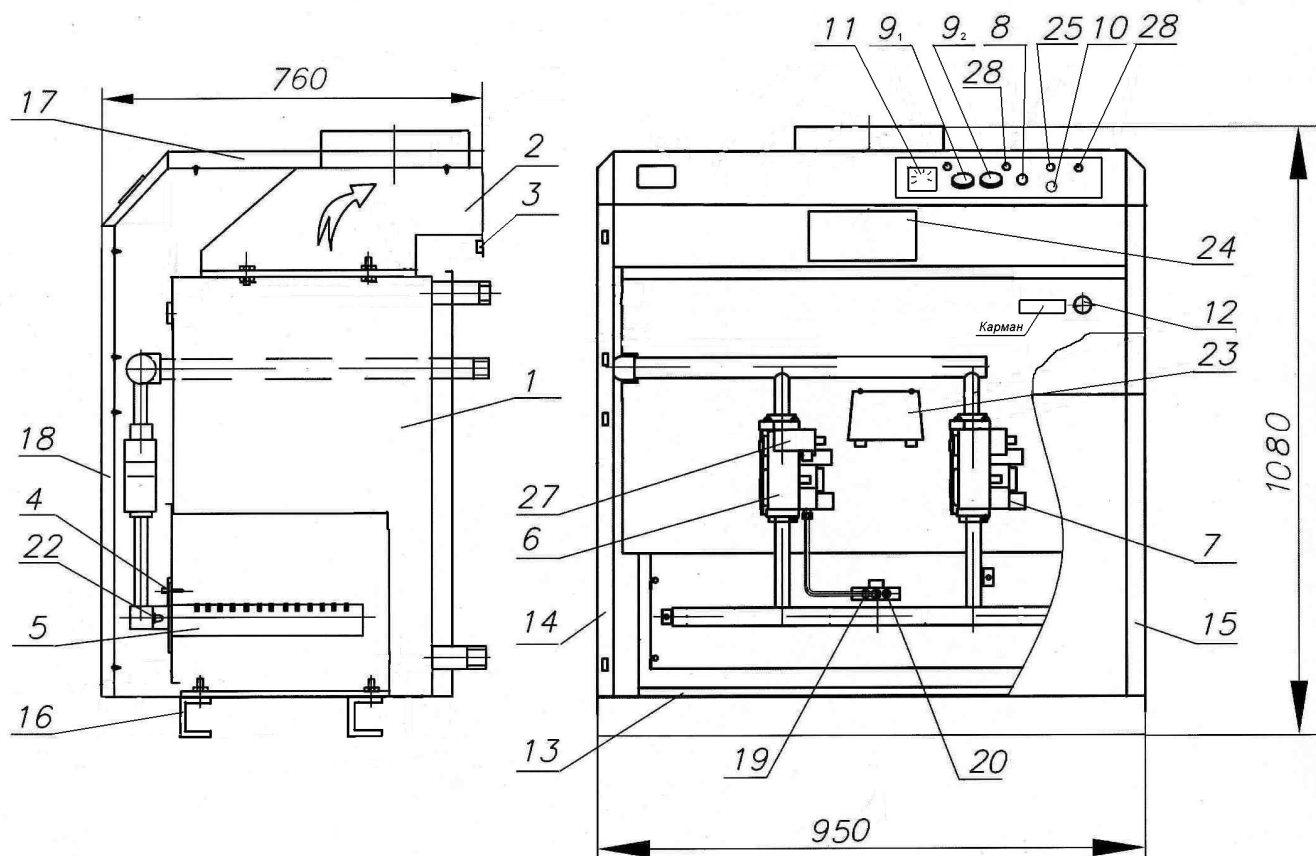

Рисунок 1. Котел опалювальний
- відкрити дверцята котла поз. 18 (рис. 1);